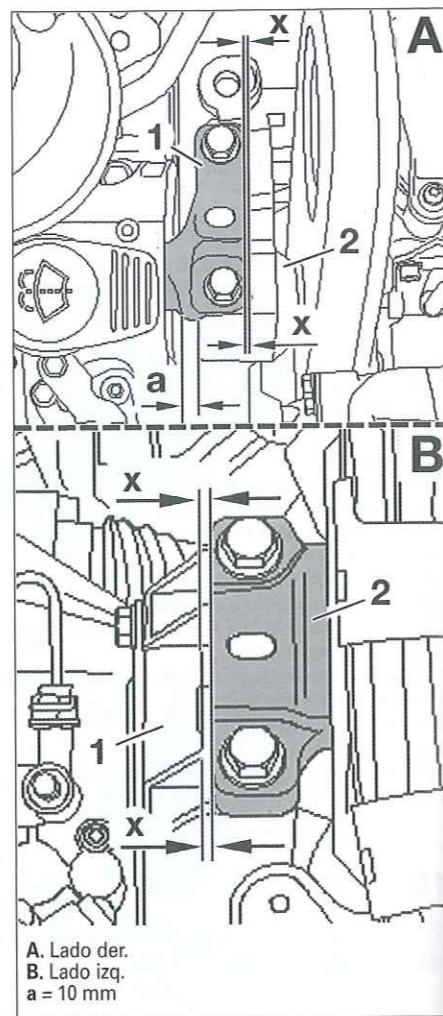

Fig. 78
- ajustar los soportes motor (Fig.78).
- del lado caja de velocidades, procurar que las aristas del brazo del soporte (2) y de la consola de caja de velocidades (1) estén paralelas.